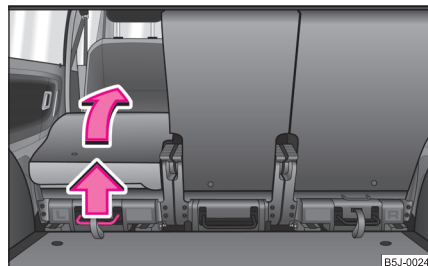

Fig. 52 Rabattre complètement le siège
- Tirez la manette ⇒ fig. 52 vers le haut et rabattez ensuite complètement le siège.